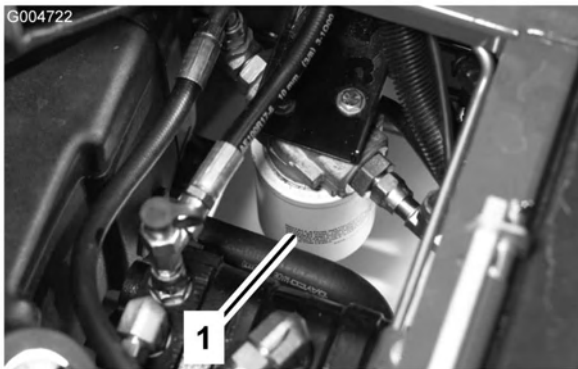

Figura 70
2. Limpie la zona de montaje del filtro. Coloque un recipiente debajo del filtro y retire el filtro (Figura 70).